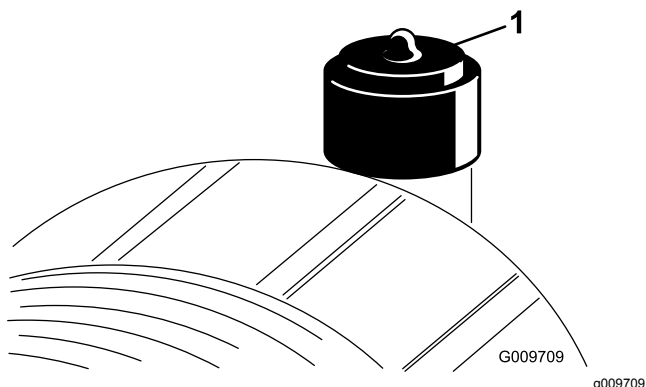

Figura 39
Faça a manutenção ao filtro de ar apenas quando o indicador de manutenção (Figura 39) o exigir. Mudar o filtro de ar antes de ser necessário apenas aumenta a possibilidade de entrar sujeira no motor quando retira o filtro.
2. Reinicie o indicador (Figura 39) se este se apresentar vermelho.